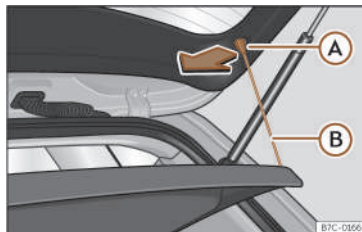

Fig. 161 Nel bagagliaio: smontare e montare il ripiano.
- Sganciare i tiranti di sostegno >>> **fig. 161** **B** dagli alloggiamenti **A**.
- Agganciare i tiranti di sostegno >>> **fig. 161** **B** nel cofano posteriore.